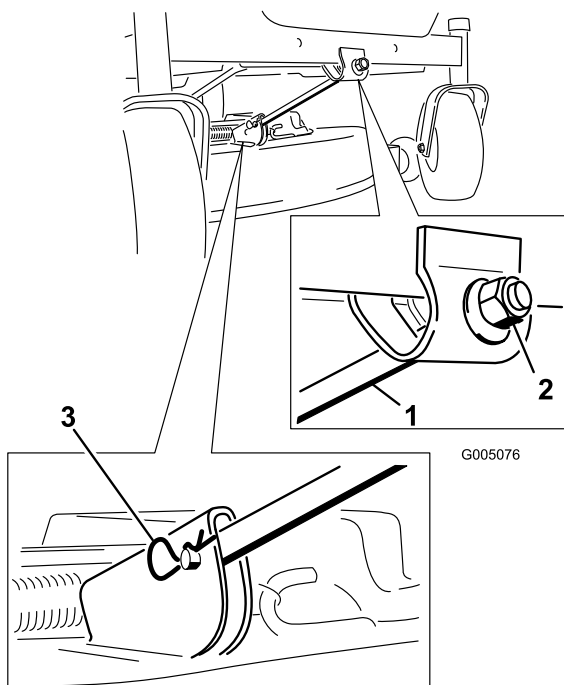

Bild 52
4. Entfernen Sie den Splint und den Lastösenbolzen von der vorderen Stützstange (Bild 52). Lassen Sie die Vorderseite des Mähwerks vorsichtig auf den Boden ab.
6. Befestigen Sie die vordere Stützstange mit den Lastösenbolzen und Splints am Mähwerk (Bild 52).